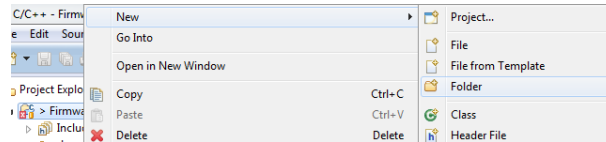

Figura 27: Creacion de Nuevo Directorio.
- **Paso 1:** Sobre el IDE de la placa, debe agregarse un nuevo directorio, realizando click derecho sobre *Firmware*, luego se selecciona la opción *New* → *Folder*. La Figura 27 ilustra lo explicado.